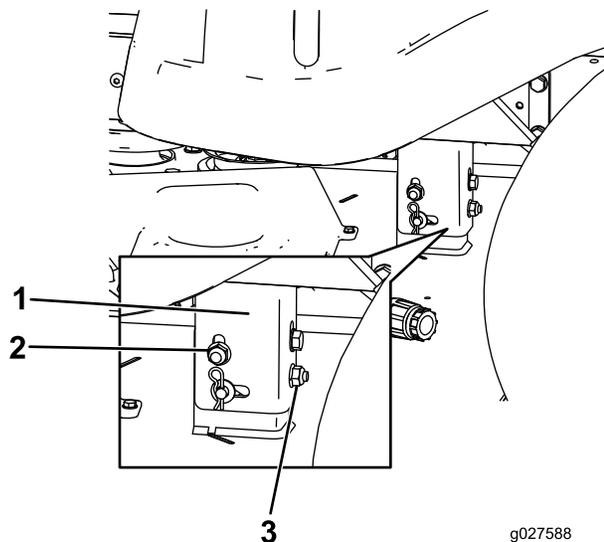

Figura 66
- Eleve o baje el lado izquierdo de la carcasa de corte girando la tuerca de bloqueo trasera (Figura 66).
Nota: Gire la tuerca de bloqueo trasera en sentido horario para elevar la carcasa de corte; gire la tuerca de bloqueo trasera en sentido antihorario para bajar la carcasa de corte (Figura 66).